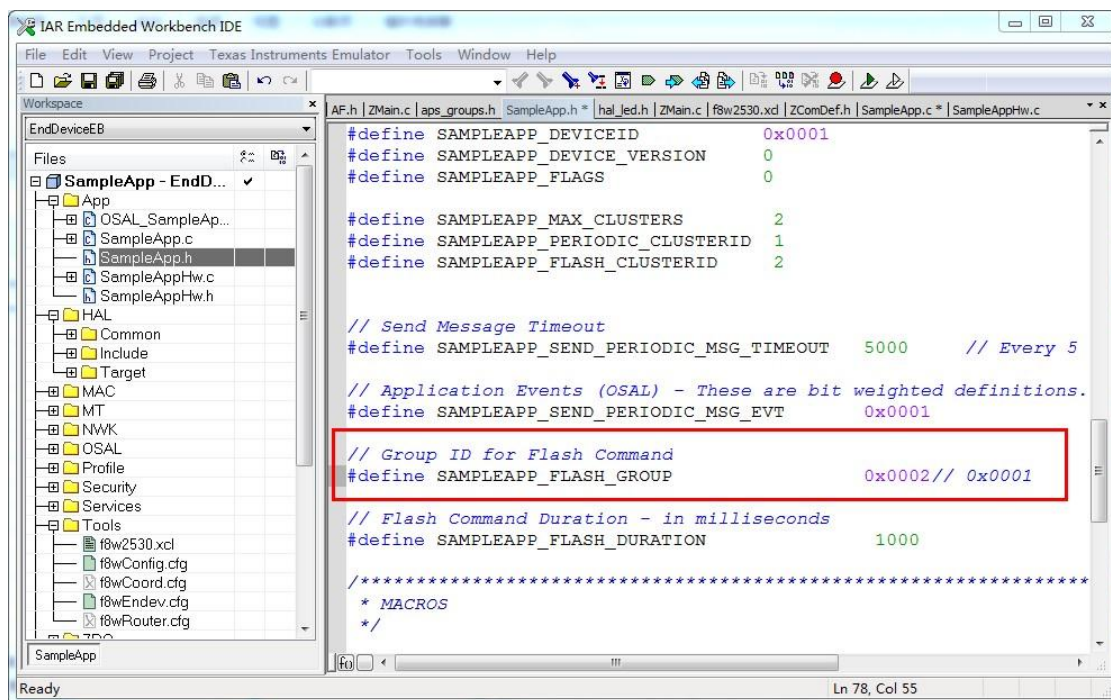
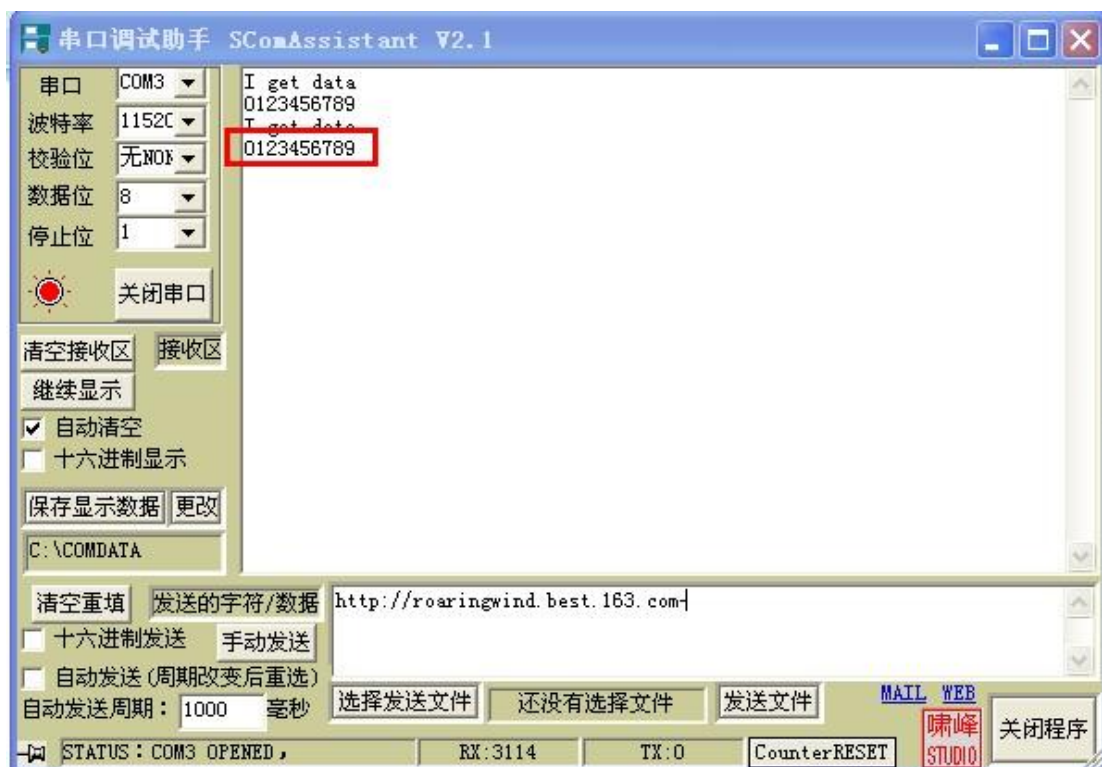

图 3.80
图 3.81 组播方式发送数据
**实验结果：**将修改后的程序分别以 1 个协调器、2 个路由器的方式下载到 3 个设备，把协调器和路由器组号 1 设置成 0x0001，路由器设备 2 组号设置成 0x0002。如图 3.80 所示；连接串口，可以观察到只有 0x0001 的两个设备相互发送信息。如图 3.81 所示。（注意：终端设备不参与组播实验，具体往下看！）